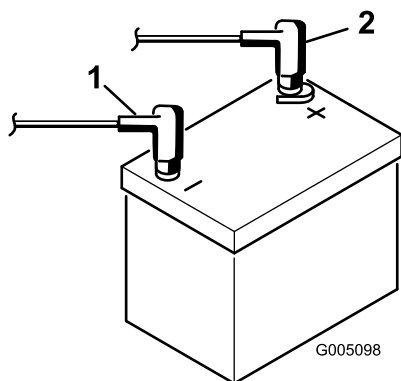

Figura 8
8. Instale o cabo positivo (vermelho) no terminal positivo (+) e o cabo negativo (preto) no terminal negativo (-) da bateria e fixe-os com os parafusos e as porcas (Figura 8). Coloque a protecção de borracha sobre o terminal positivo para evitar um curto-circuito.